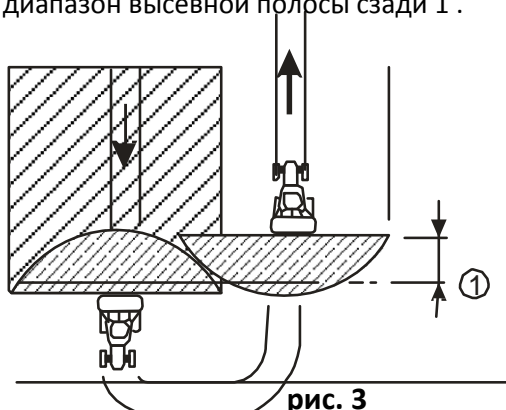

рис. 3
- во время рабочего прохода следует держать постоянную скорость агрегата и постоянные обороты карданного вала (540 об/мин), обращать внимание на то, чтобы последующие проходы выполнялись на тех же расстояниях, предусмотренных рабочей шириной разбрасывателя (рис. 3) и перекрытием полос разбрасывания, при включении и выключении дозирующей камеры на краях поля следует учитывать диапазон высевной полосы сзади 1.